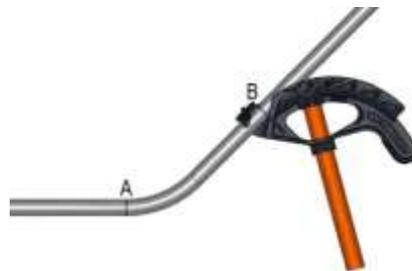

Figura 92. Colocación del doblador en la segunda marca
16. Realizado el primer doblé, coloque el doblador y la tubería al revés, además oriente el extremo de la palanca o mango hacia el suelo, manteniendo equilibrada la tubería en el aire, permita que la tubería gire 180° en el doblador. Deslice la tubería hacia abajo de forma tal que la primera curva se aleje del doblador hasta que quede alineada con la segunda marca "B" con el gancho del doblador, como se puede observar en la figura 92.